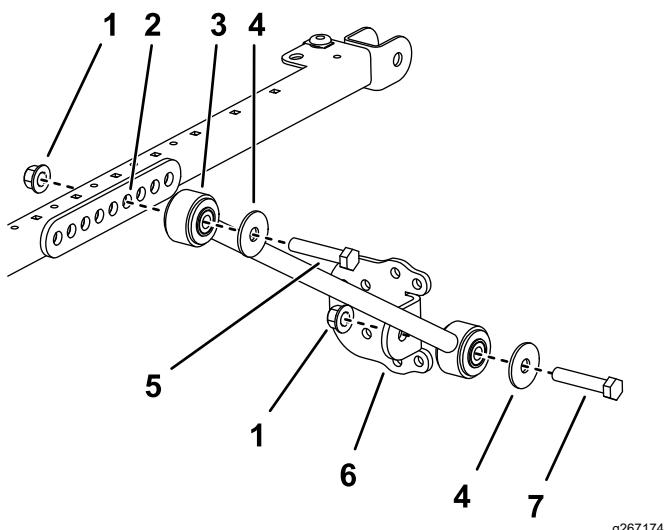

Рисунок 48
5. С каждой стороны рамы солнцезащитного навеса прикрепите, не затягивая, удлинительное звено к четвертому отверстию кронштейна подпорки с помощью 2 болтов ($\frac{1}{2} \times 2\frac{3}{4}$ дюйма) и 2 фланцевых гаек ($\frac{1}{2}$ дюйма), как показано на рис. Рисунок 48.
6. Прикрепите, не затягивая, кронштейн подпорки к каждой подпорке с помощью болта ($\frac{1}{2} \times 2\frac{1}{2}$ дюйма), шайбы ($\frac{1}{2}$ дюйма) и фланцевой гайки ($\frac{1}{2}$ дюйма), как показано на Рисунок 48.